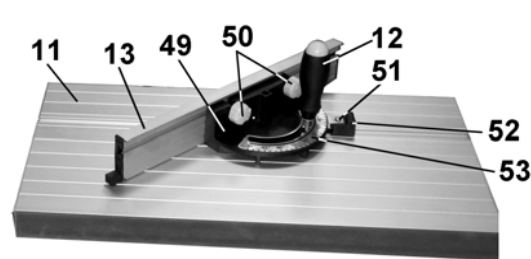

Рис.19
9.7. Упор для косого и поперечного пиления (Рис. 19)